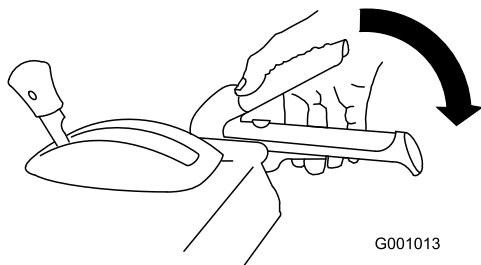

Figure 34
2. Engagez le levier de la vis sans fin/turbine et maintenez-le en place (Figure 34).